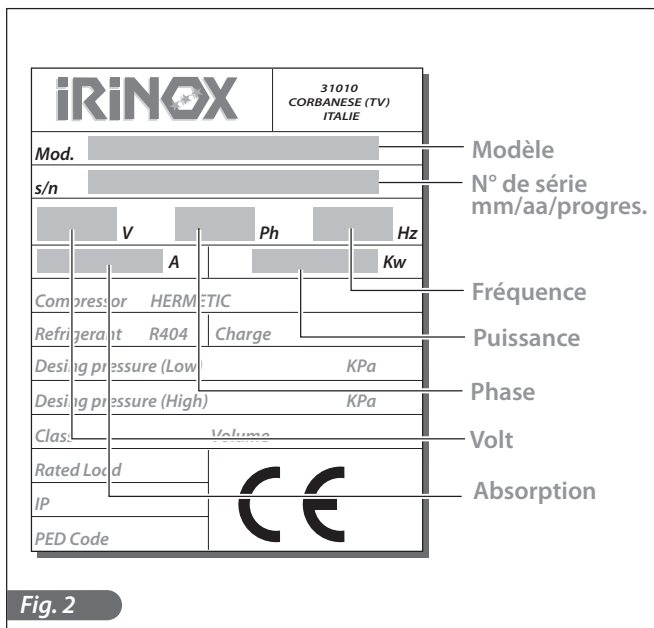

Fig. 2
- La plaque reportant les caractéristiques de l'appareil est apposée sur le côté droit du conservateur (Fig.2) et sous le bandeau.